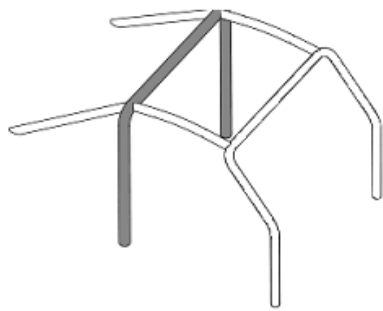

Рис. 14-1
4.11.5 Элементы каркаса (Рис.14-1÷14-3), изготовленного в соответствии с требованиями п.253-8 Приложения «J» к МСК ФИА, должны иметь отверстие диаметром 4 мм на прямом участке трубы для контроля толщины стенки. Также должна быть обеспечена возможность свободного доступа к этим отверстиям.